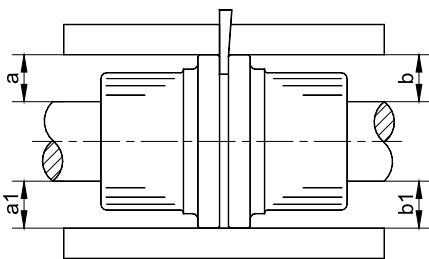

Fig. 7. Acoplamiento Flexible
6.5.1 Acoplamiento flexible (Ver Fig. 7)